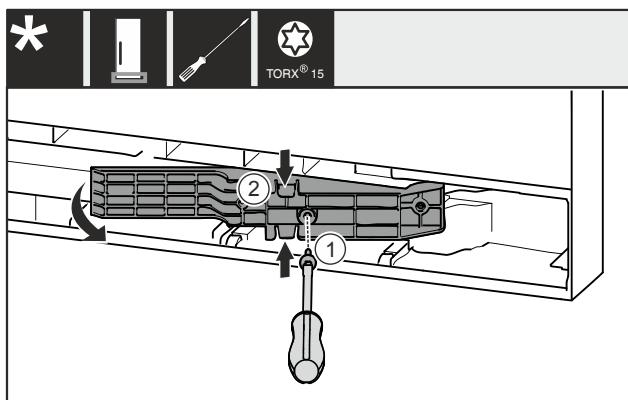

Fig. 13 \*
- Schraube Fig. 13 (1) entfernen.\*
- Adapterstück Fig. 13 (2) oben und unten leicht zusammendrücken und herausziehen.\*